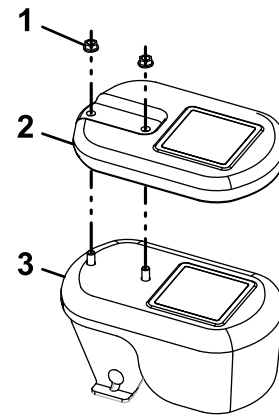

Figure 8
- Sur les machines équipées d'un plateau de coupe de 122 cm, ajoutez la masse plate à l'ensemble masse (Figure 8).